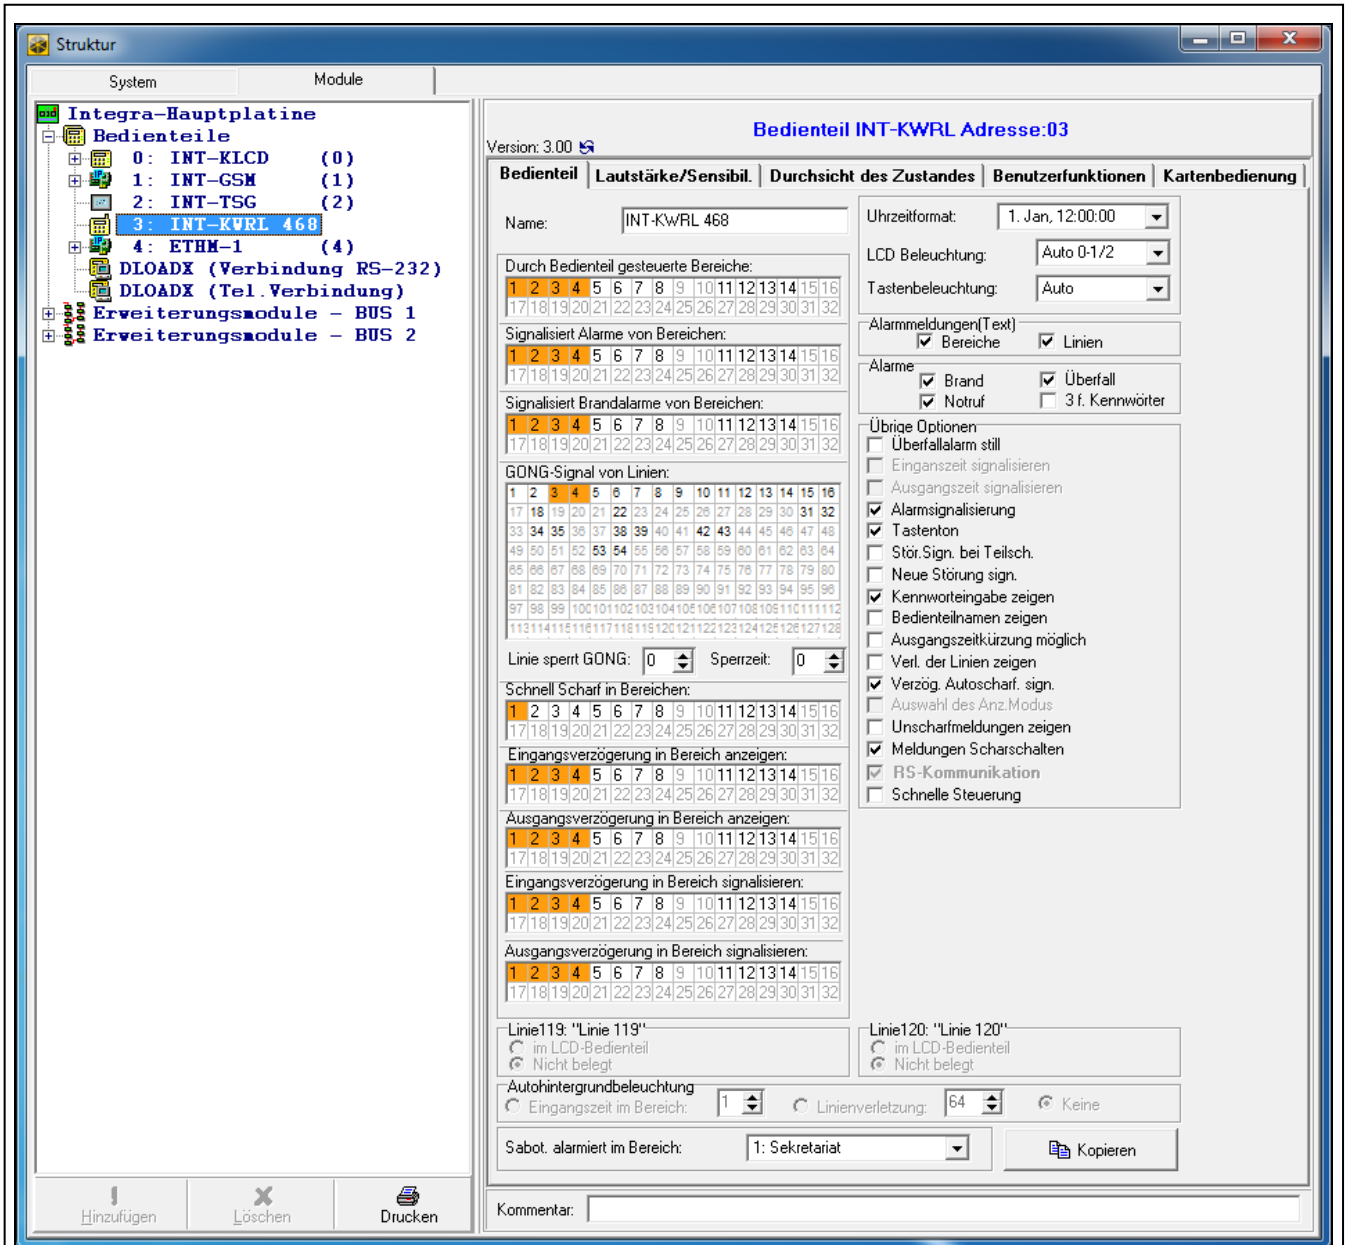

Abb. 7. Program DLOADX: in der Alarmzentrale gespeicherte Einstellungen des Bedienteils – Registerkarte „Bedienteil“.
- Programm DLOADX: → Fenster „Struktur“ → Registerkarte „Module“ → Zweig „Bedienteile“ → [Bedienteilname] (siehe: Abb. 7),